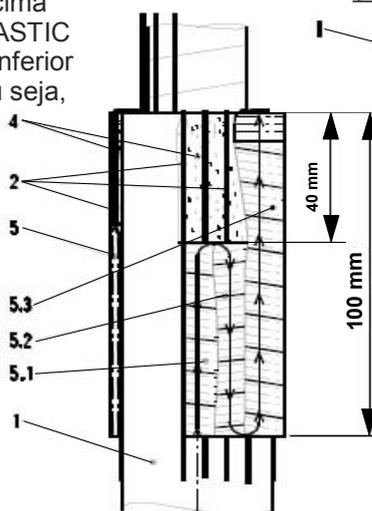

FIGURA 2
Limpar bem a camada externa do cabo (1) e passar uma volta de FITA DE VEDAÇÃO (4) por 40 mm dobrando os fios individualmente e uniformemente em toda a volta como indicado na FIGURA 2. Apertar os fios (2) para dentro da FITA DE VEDAÇÃO (4).
Passar uma camada (5.1) de FITA DE AUTOFUSÃO – ISOLANTE (5) iniciando na parte inferior dos 100 mm por cima dos fios da malha de aterramento até a parte inferior do MASTIC (40 mm). Uma segunda camada (5.2) retornando à parte inferior (100 mm). Uma terceira camada (5.3) por cima de tudo, ou seja, até o encosto como indicado na FIGURA 2.